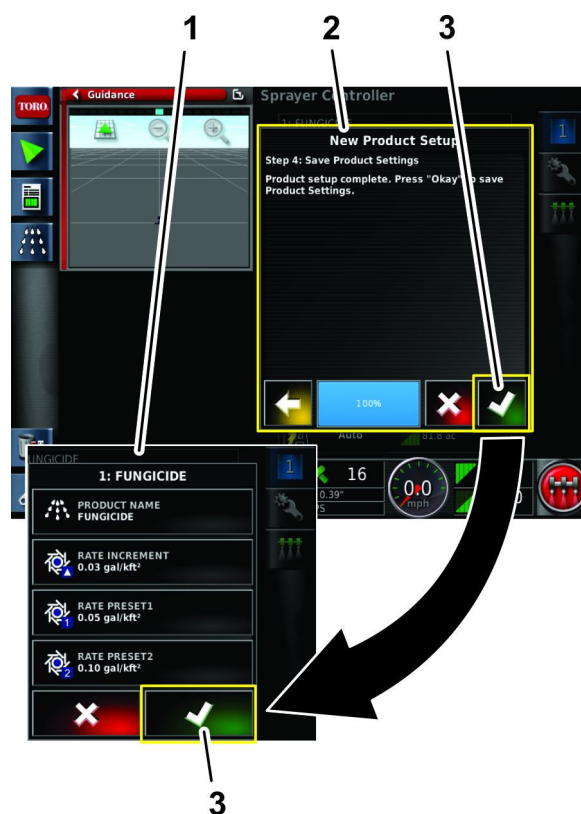

図 35
11. 新薬剤設定ダイアログボックスのステップ 4 で、承認アイコンを押す 図 35。
12. 薬剤構成ウィンドウの中で承認アイコンを押して設定を保存する 図 35。